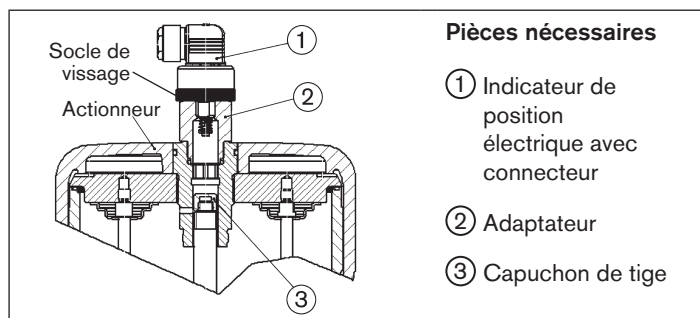

Figure 12 : Taille d'actionneur 175, 225 (Ø en mm) avec indicateur de position électrique
- Dévisser le capot transparent du couvercle d'actionneur (6) (respecter les consignes de sécurité du chapitre « 10 » à la page 61 !).
- Visser le capuchon de tige (3) sur l'extrémité de la tige à la place de l'indicateur de position (SW14).
- Visser l'adaptateur (2) au lieu du capot transparent sur l'actionneur (voir « Figure 12 »).
- Visser l'indicateur de position électrique (1) dans l'adaptateur (2), en respectant la remarque figurant au chapitre « 10 ».